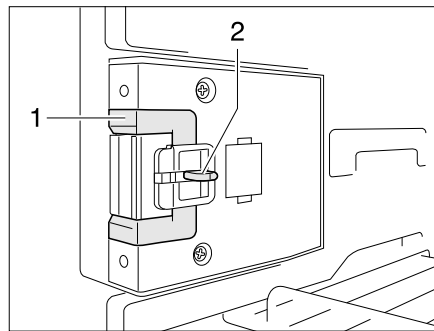
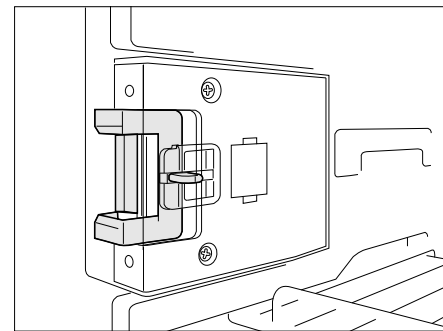

Fig. 346 Dispositif de fermeture en position normale
Fig. 347 Dispositif de fermeture en position de ventilation
- Presser le bouton de déverrouillage (Fig. 346,2).
- Pousser le dispositif de fermeture (Fig. 346,1) vers l'avant (Fig. 347).